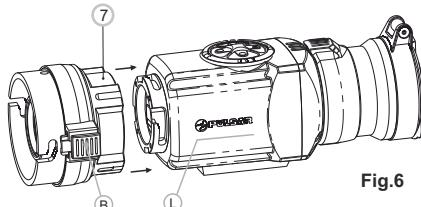

Fig.6
- Individuare l'oculare per il visore applicabile in modo che il blocco (B) sia parallelo al logo Pulsar (L) sul corpo dell'apparecchio (**Fig.6**).
- Inserire l'oculare per il visore applicabile nel corpo dell'apparecchio fino all'arresto e bloccarlo ruotando anello per attacco a baionetta (7) in senso orario.